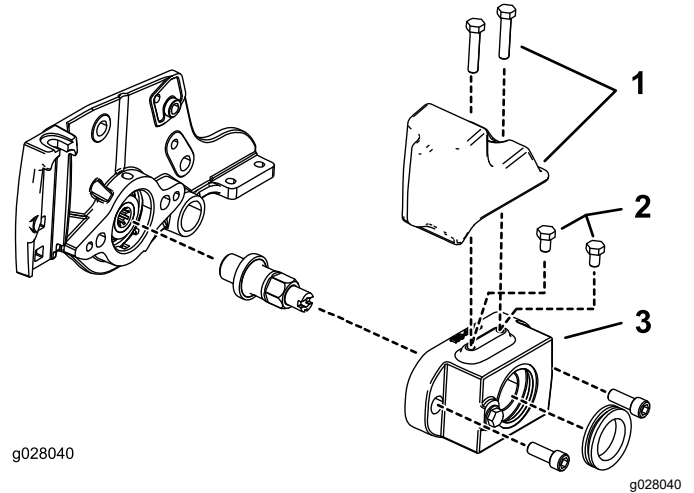

Рисунок 5
- Гидравлические двигатели барабана на 12,7 см: установите 2 болта (5/16-18 x $\frac{1}{2}$ дюйма) на верхней стороне корпуса щетки катка (Рисунок 5).
- Электродвигатели барабана на 12,7 см: установите комплект концевых грузов на верхней части корпуса щетки катка с помощью 2 болтов (5/16-18 x $1\frac{1}{2}$ дюйма); см. Рисунок 5.